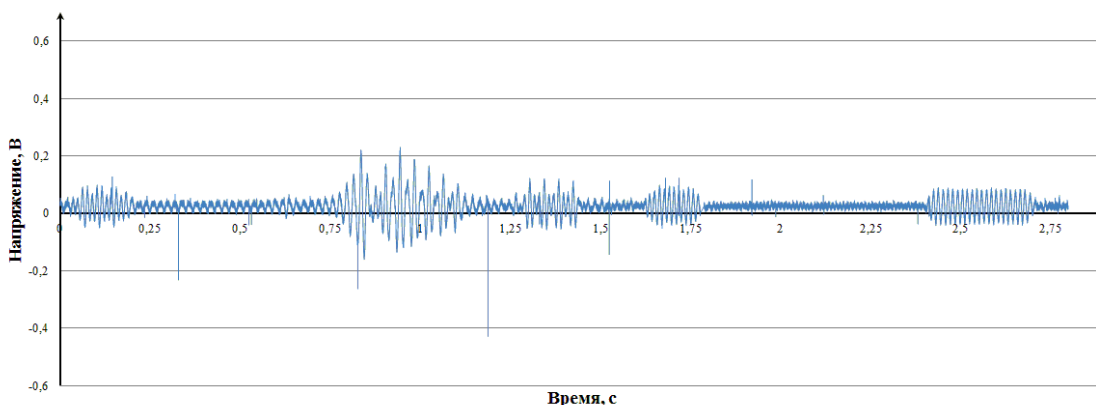

Рисунок 6 – Осциллограмма сигнала АЛСН на выходе фильтра АЛСН
5. Дана осциллограмма сигнала АЛСН (Рис. 6). Определить получаемый код и показание локомотивного светофора;